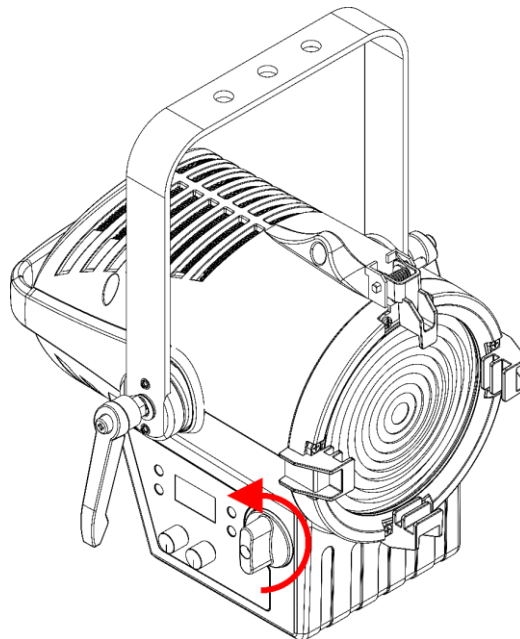

Abb. 09
- 01) Drehen Sie den **Zoomregler (01)**, um den gewünschten Zoom einzustellen (siehe Abb. 09).